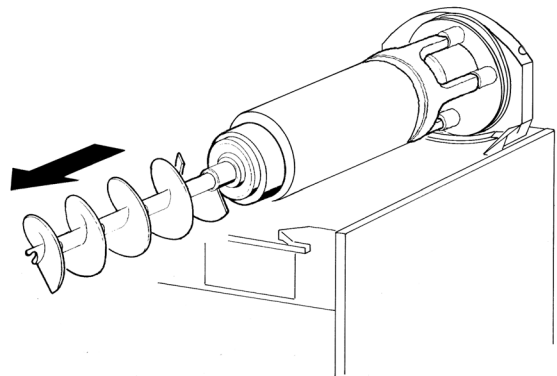

figura 8
- 7) y después el rascador interior (ver figura 8).